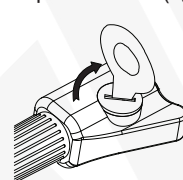

Fig.3
---Remettez le couvercle de la batterie en place et tournez-le dans le sens des aiguilles d'une montre pour le fixer (fig.3).